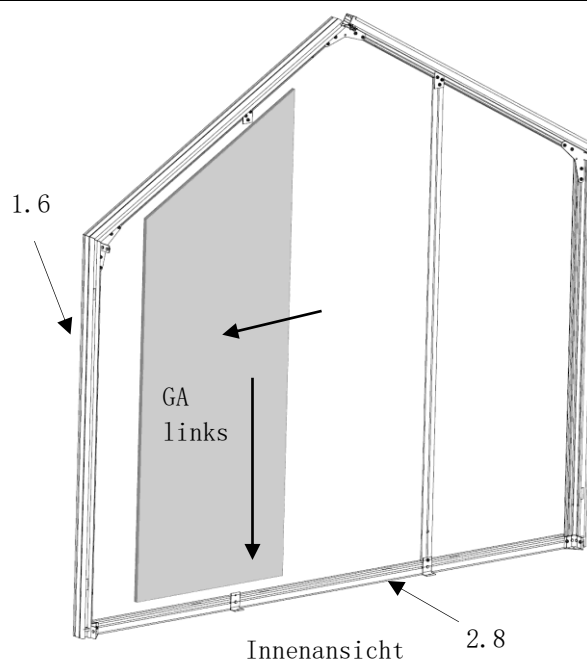

Abb. 81
- die Rückwandverglasung (Pos. GA) wird auf dem Bodenprofil (Pos. 2.8) aufgesetzt und an das Eckprofil (Pos. 1.6) geschoben. (Abb. 81)